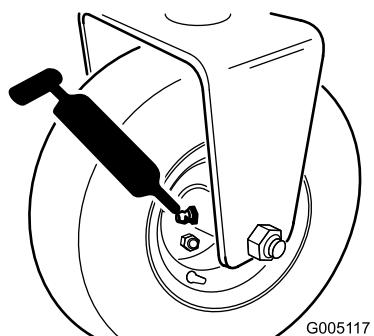

Figure 25
- Roulements des roue arrière (1) (Figure 25)